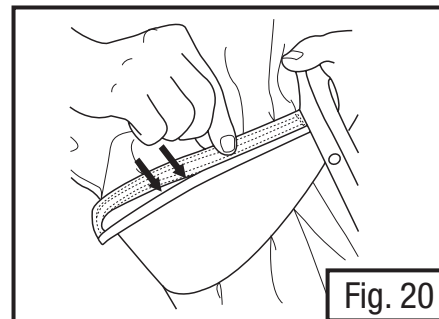

Fig. 20
- Saisir le joint d'étanchéité noir et l'aligner avec le bord de la rainure située sur le dessus de la visière. En commençant d'un côté, appuyer fermement sur une petite section du joint d'étanchéité à la fois de manière à l'insérer dans la rainure. S'assurer d'insérer complètement les deux nervures du joint d'étanchéité dans la rainure (Fig. 20).
- Pour installer le matériau de protection, saisir le joint d'étanchéité noir et l'aligner avec le bord de la rainure située sur le dessus de la visière. En commençant d'un côté, appuyer fermement sur une petite section du joint d'étanchéité à la fois de manière à l'insérer dans la rainure. S'assurer d'insérer complètement les deux nervures du joint d'étanchéité dans la rainure (Fig. 20).
- Tandis que la visière est en position ouverte, saisir le joint d'étanchéité noir et l'aligner avec le bord de la rainure située sur le dessus de la visière. En commençant d'un côté, appuyer fermement sur une petite section du joint d'étanchéité à la fois de manière à l'insérer dans la rainure. S'assurer d'insérer complètement les deux nervures du joint d'étanchéité dans la rainure (Fig. 20).